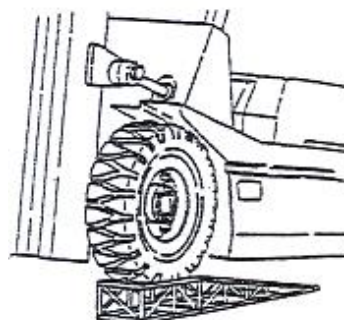

Рис. 2-74
7.5.4 Замените ролик основной мачты как показано на Рис. 2-74